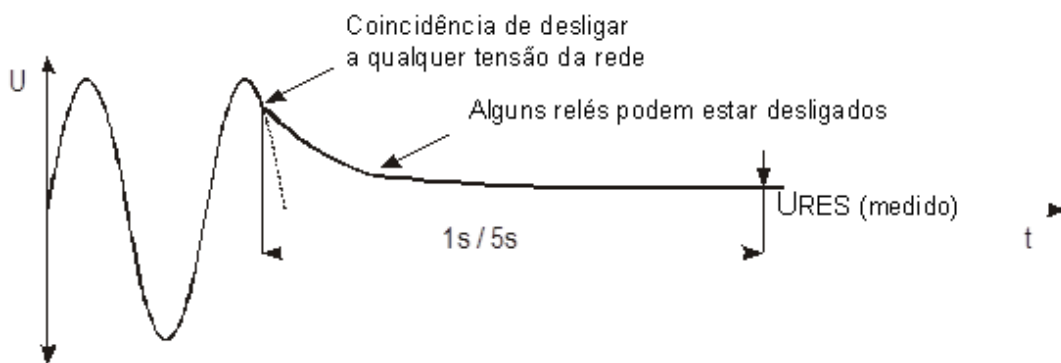

Figura 32: Esquema de descarga em condições não lineares
- 8) O resultado do teste será apresentado a verde, acompanhado do símbolo verde e de um sinal acústico curto se inferior ou igual a 60 VRMS (CA ou CC, ver unidade). Se o resultado é superior a 60 VRMS, será apresentado a vermelho e acompanhado do símbolo vermelho e de um sinal acústico prolongado. A figura 32 mostra um exemplo de ecrã com os resultados das medições.
- 7) O resultado do teste será apresentado a verde, acompanhado do símbolo verde e de um sinal acústico curto se inferior ou igual a 60 VRMS (CA ou CC, ver unidade). Se o resultado for superior a 60 VRMS, será apresentado a vermelho e acompanhado do símbolo vermelho e de um sinal acústico prolongado. A figura 32 mostra um exemplo de ecrã com os resultados das medições.